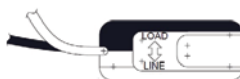

Figure 3 — Transformateurs de courant à noyau monobloc de Leviton
- CT à noyau monobloc de Leviton (figure 3) : conformément à l'étiquette, le côté LIGNE de ces CT doit faire face à la ligne entrante. Le fil blanc se raccorde au connecteur X2 du CT (CT1:X2 ou CT2:X2). Les fils colorés se raccordent au connecteur X1 du CT (CT1:X1 ou CT2:X1).